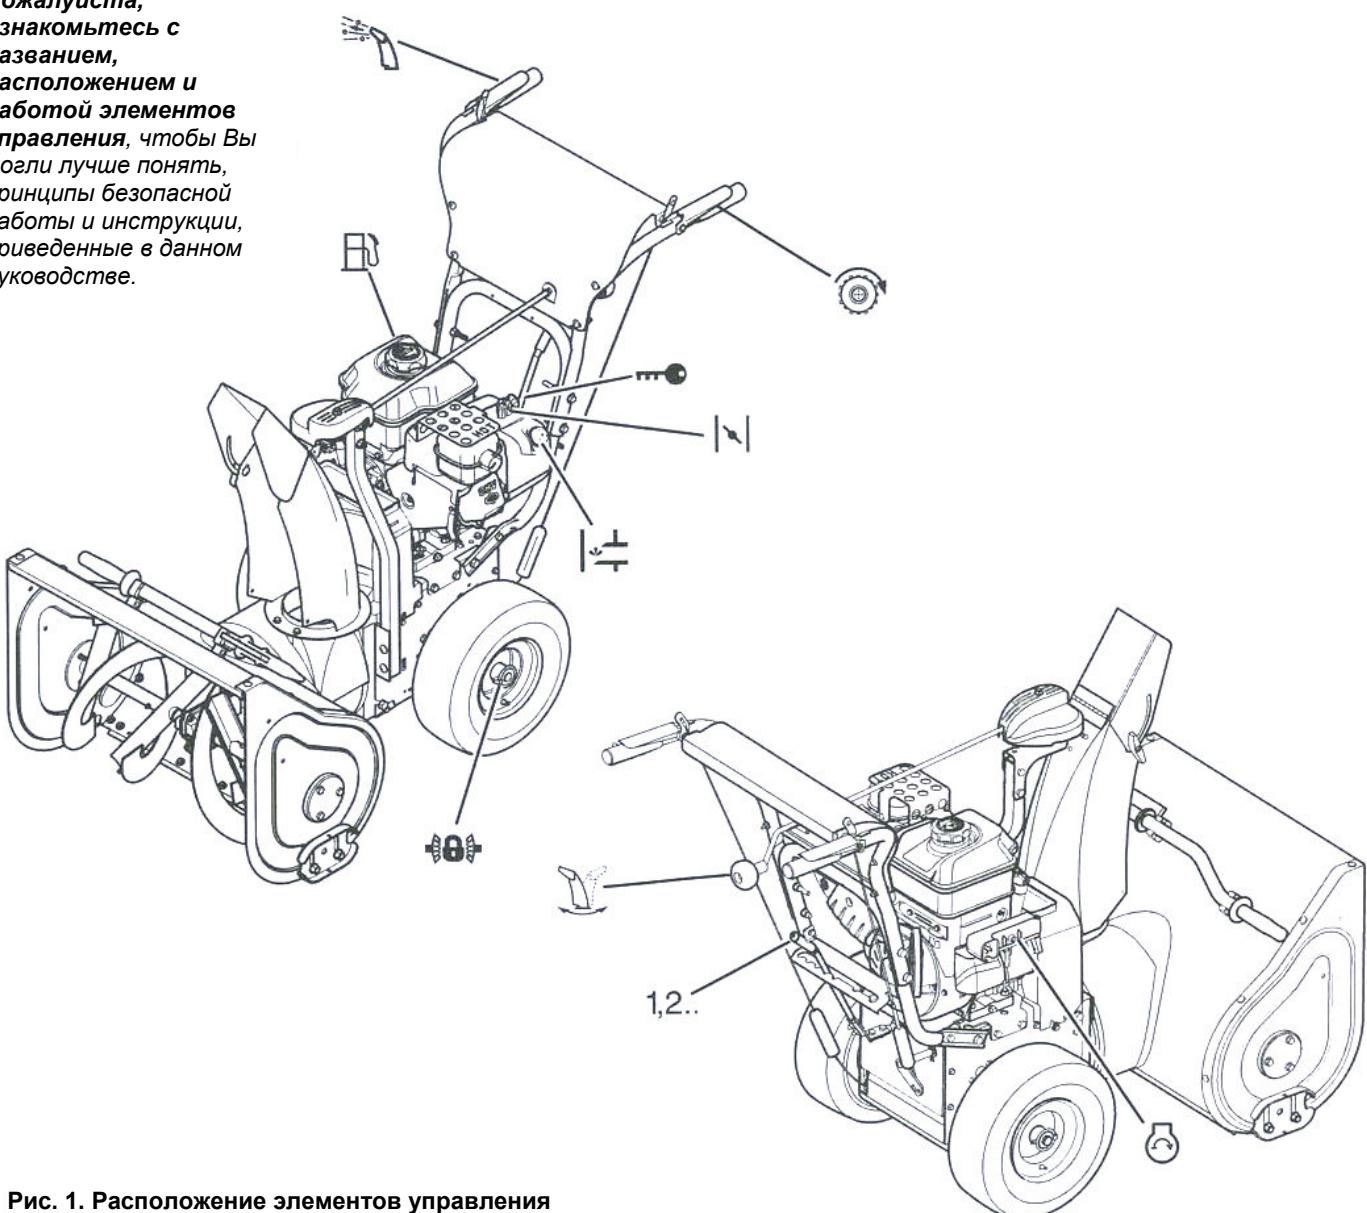

Рис. 1. Расположение элементов управления
7. Проверьте работу рычага сцепления (  , рис. 1) и рычага привода шнека (  ). При необходимости проведите регулировки (см. раздел «Обслуживание»).
8. Проверьте работу регулятора поворота дефлектора (  , рис. 1). Дефлектор должен свободно поворачиваться как вправо, так и влево. См. раздел «Обслуживание» для выполнения регулировочных процедур и устранения неисправностей.
9. Проверьте работу регулятора угла наклона дефлектора (  , рис. 1). Дефлектор должен свободно перемещаться вверх и вниз.
11. Проверьте работу рычага переключения скоростей 1,2.. (  , рис. 1). Рычаг должен свободно перемещаться в каждый паз и оставаться там, если Вы отпускаете рычаг. Если рычаг переключения скоростей перемещается с затруднениями вперед или назад, обратитесь в сервисный центр.